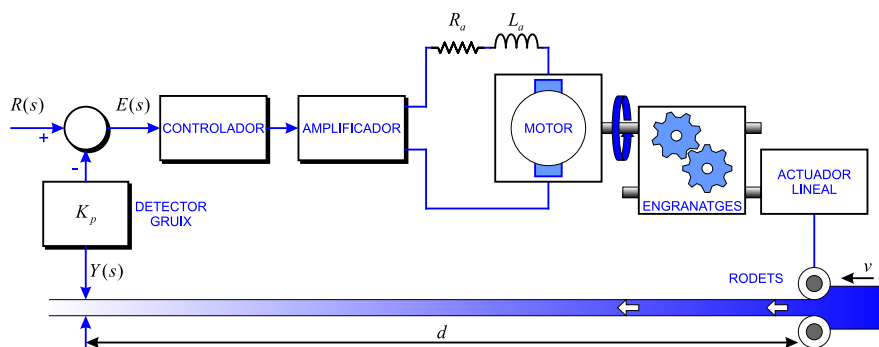

Figura 2-15
**Problema 27** En el procés de laminat de l'acer, s'actua sobre uns rodets de manera que es dona el gruix  $y(t)$  desitjat a la làmina d'acer. Un possible esquema és el donat a la Figura 2-15.